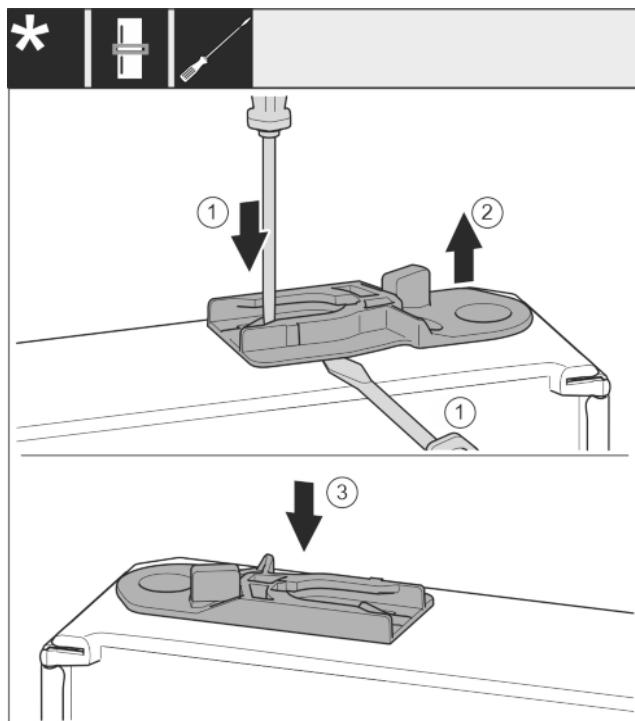

Fig. 29
- ▶ Izvucite čahuru za vođenje: Ravnim odvijačem pritisnite jezičac i istovremeno umetnute ravni odvijač ispod čahure za vođenje. Fig. 29 (1, 2)
- ▶ Gurnite čahuru za vođenje koja je uključena u isporuku na drugoj strani uređaja. Fig. 29 (3)